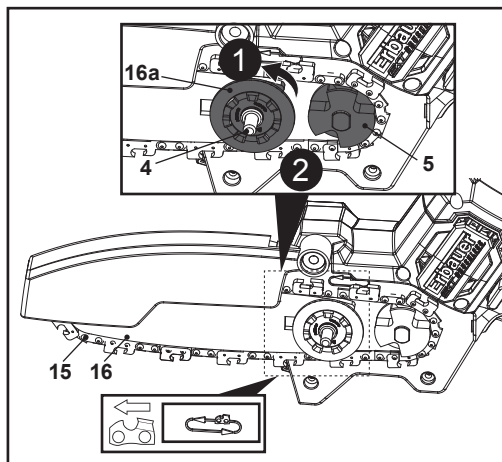

Fig. 3
4. Tourner la molette (16a) dans le sens inverse des aiguilles d'une montre pour régler le guide-chaîne (16) vers la droite jusqu'à l'extrémité de la fente. Aligner l'ensemble composé de la chaîne (15) et du guide-chaîne (16) avec le pignon d'entraînement (5) et le boulon de fixation (4). Mettre la chaîne (15) autour du pignon d'entraînement (5), puis abaisser le guide-chaîne (16) pour l'installer sur le boulon de fixation (4) (Fig. 3, étapes 1, 2).